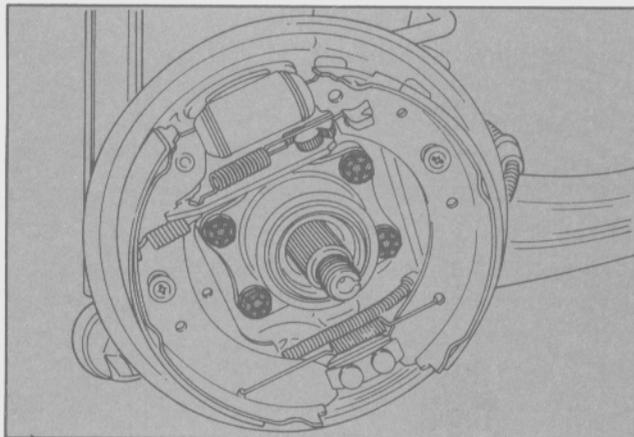

Fig. 69 - Tornillos de fijación de la maza de rueda.
- Posicionar la maza de rueda y el plato de freno sobre el brazo de suspensión inferior y apretar los tornillos de fijación al torque especificado (4 tornillos) (Fig. 69).